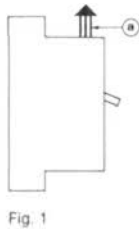
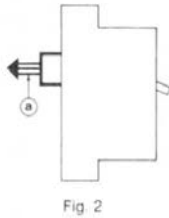

Fig. 1
Fig. 2
■ **en version disjoncteur fixe** soit directement sur l'auxiliaire, en face avant du disjoncteur (fig. 1), soit sur la partie mobile du bloc fils fins (fig. 2).
- **même profondeur sous plastron**, pour C125N, C160N/H, C250N/H, C400N/H, C630N/H (Fig. 1).
- **même découpe de plastron** pour C125N/LB/L, C160N/H/L, C250N/H/L, C400N/H/L, et C630N/H/L (Fig. 2).
- par barres ou câbles équipés de cosses serties, directement sur les bornes du Compact (fig. 1).
- par câbles nus, avec bornes (fig. 2).